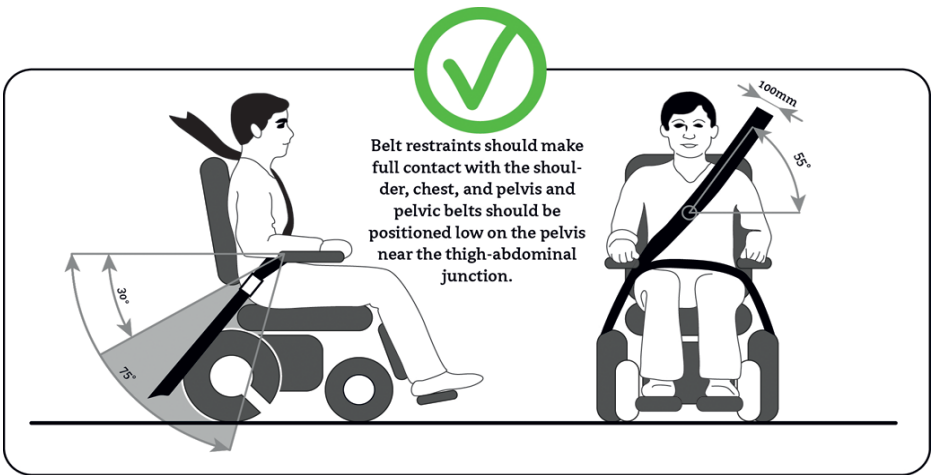

Figure 7.2
- **Pour arrimer l'occupant du fauteuil roulant, il convient d'attacher une ceinture de sécurité sur les hanches et l'épaule. Cette ceinture doit avoir trois points d'arrimage au sol et sur le côté du véhicule (figure 7.2).**